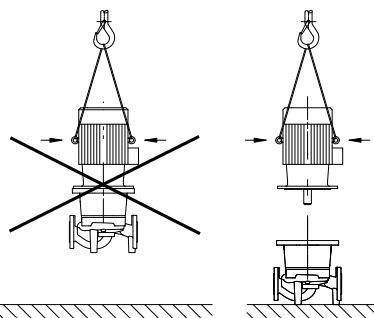

Fig. 35: Transport du moteur
- Les œillets de transport du moteur sont exclusivement dédiés au transport du moteur et non de la pompe complète (Fig. 35).